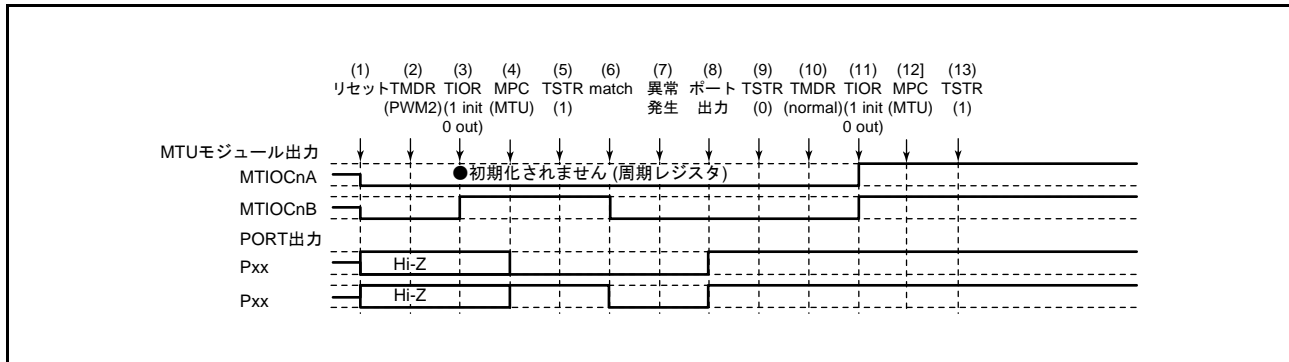

図 22.139 PWM モード 2 で異常が発生し、ノーマルモードで復帰する場合
PWM モード 2 で異常が発生し、再設定後ノーマルモードで再スタートする場合の説明図を図 22.139 に示します。
(1) ~ (9) は図 22.139 と共通です。
(10) PWM モード 1 を設定します。
(11) TIOR レジスタで端子を初期化してください。なお、PWM モード 1 では MTIOCnB (MTIOCnD) 端子に波形が出力されません。出力すべきレベルがある場合は、I/O ポートのポート方向レジスタ (PDR)、ポート出力データレジスタ (PODR) で汎用出力ポートの設定をしてください。
(12) MPC と I/O ポートのポートモードレジスタ (PMR) で MTU 出力としてください。
(13) TSTR レジスタで再スタートします。
(15) PWM モード 2 で動作中に異常が発生し、PWM モード 2 で再スタートする場合の動作
(1)～(9)は図 22.139 と共通です。
(10) PWM モード 2 で再スタートする場合には必要ありません。
(11) TIOR レジスタで端子を初期化してください。なお、PWM モード 2 では周期レジスタの端子に波形が出力されません。出力すべきレベルがある場合は、I/O ポートのポート方向レジスタ (PDR)、ポート出力データレジスタ (PODR) で汎用出力ポートの設定をしてください。
(16) PWM モード 2 で動作中に異常が発生し、位相計数モードで再スタートする場合の動作
(10) 位相計数モードを設定します。
(11) TIOR レジスタで端子を初期化してください。
(17) 位相計数モードで動作中に異常が発生し、ノーマルモードで再スタートする場合の動作